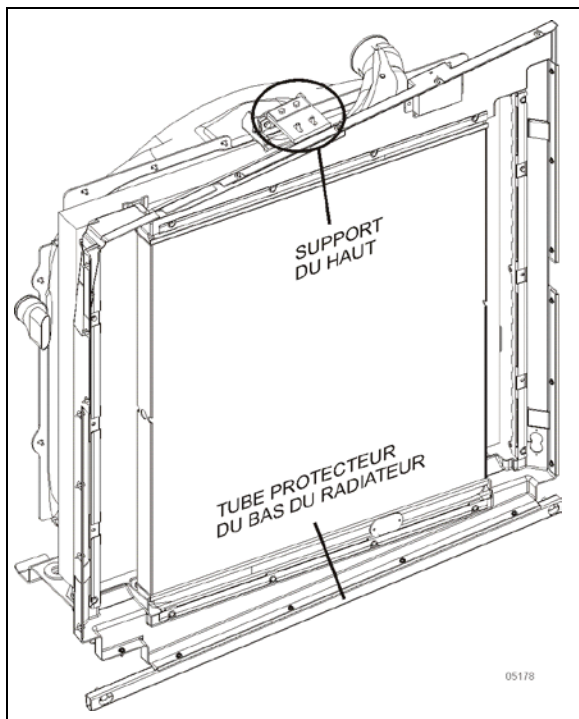

FIGURE 14 : SUPPORT SUPÉRIEUR ET PROTECTEUR DU TUBE
12. Déposer le support de l'ensemble radiateur supérieur (Figure 14).
13. Déposer le protecteur du tube de l'ensemble radiateur inférieur de la section inférieure (Figure 14).